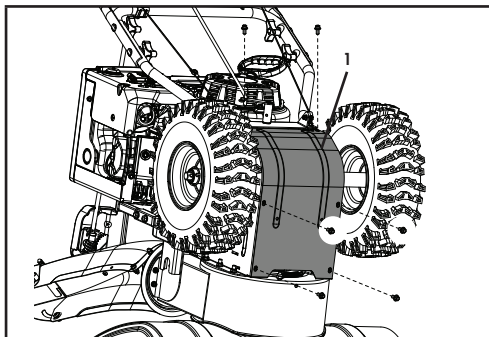

Figure 45A
2. Enlevez le couvercle de la base du châssis (1) du dessous de la souffleuse à neige en enlevant les 6 vis M6 × 16 qui le retiennent (figure 45A).